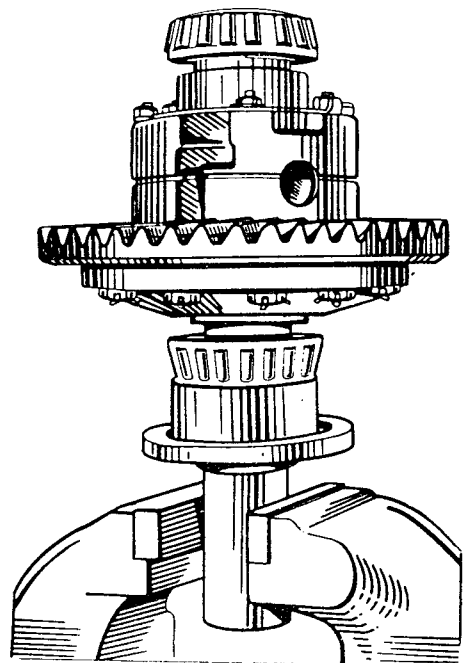

Bild 139. Aufpressen der Lagerinnenringe des Ausgleichgetriebes
1. Ausgleichlagerinnenringe auf die Zapfen des zusammengebauten Ausgleichgetriebes derart aufpressen, daß zwischen den Stirnflächen des Planetengehäuses und den Stirnflächen der Lagerinnenringe ein Spiel von 3,5...4,0 mm vorhanden ist (Bild 139).